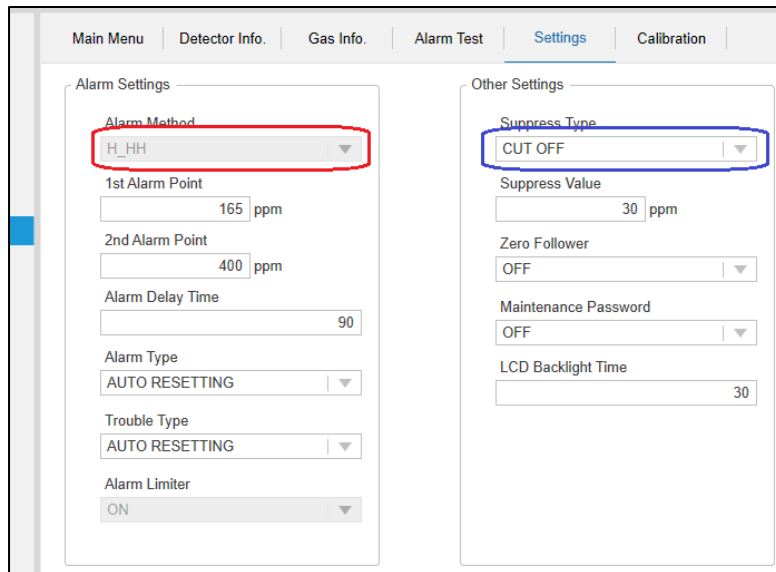

図 6-3 設定可能パラメータと確認専用パラメータ
- ① ツリーメニュー及びタブより設定を行うパラメータを表示します。設定可能なパラメータはテキストボックスがアクティブ状態、設定不可能（確認専用）なパラメータは非アクティブ状態になっています。（図 6-3 青枠 設定可能パラメータ、赤枠 確認専用パラメータ）